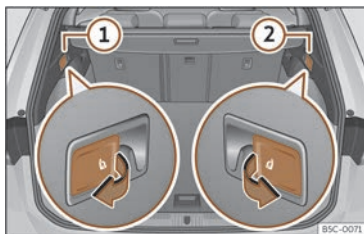

Fig. 106 În portbagaj: manete pentru deblocarea spătarului banchetei spate.
- Trageți maneta pentru deblocarea părților din stânga >>> **fig. 106** ① sau dreapta ② a spătarului banchetei, în direcția indicată de săgeată. Partea deblocată a spătarului scaunului din spate se pliază automat în față.